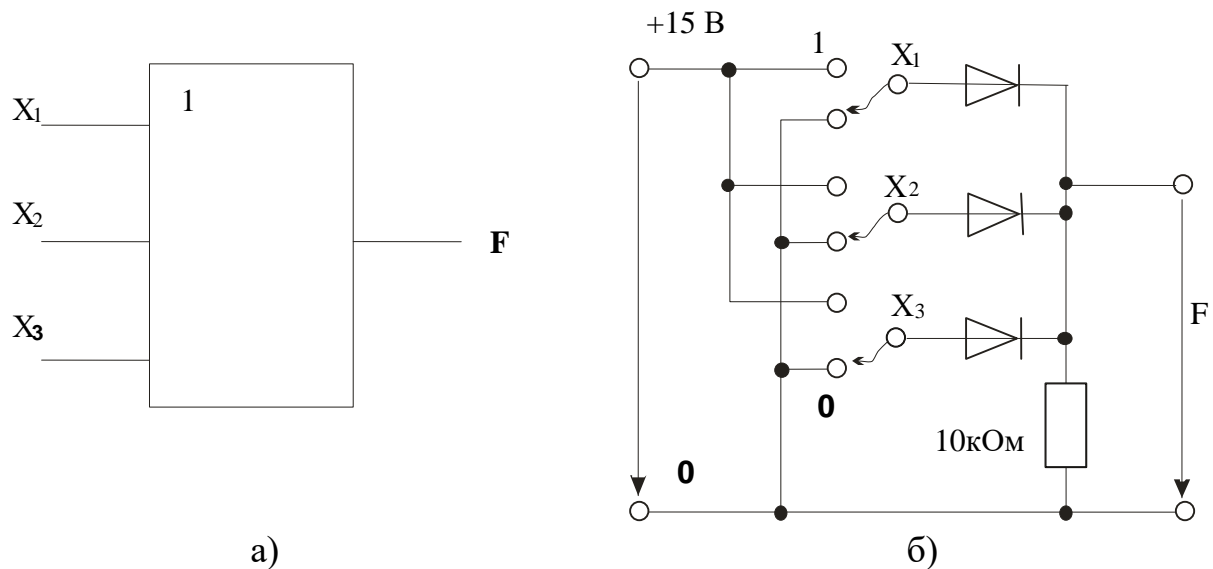

Рисунок 2 – Логический элемент OR с тремя входами
2.1. Соберите цепь согласно схеме (рис. 2, б). Подайте последовательно $0\text{В} \equiv \text{сигнал } 0 \equiv \text{уровень низкого потенциала}$, $+15\text{В} \equiv \text{сигнал } 1 \equiv \text{уровень высокого потенциала}$, к входам x_1 , x_2 и x_3 , как указано в таблице 2. Занесите соответствующие значения выходного сигнала (0/1) в таблицу.